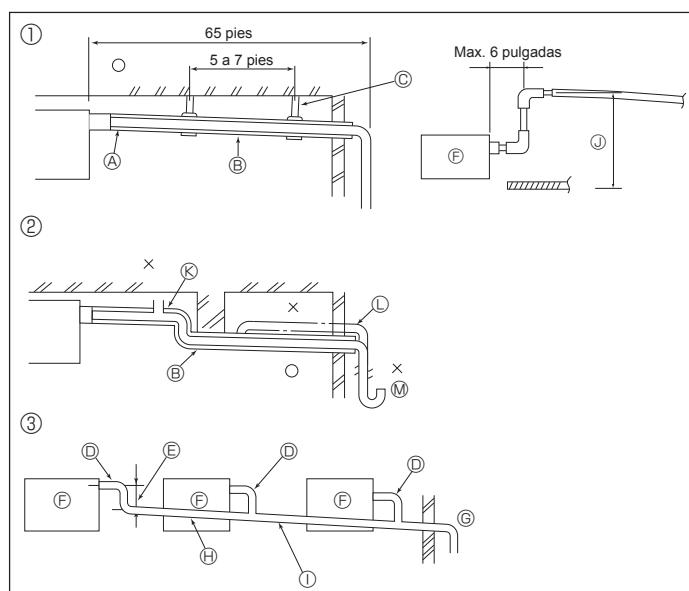
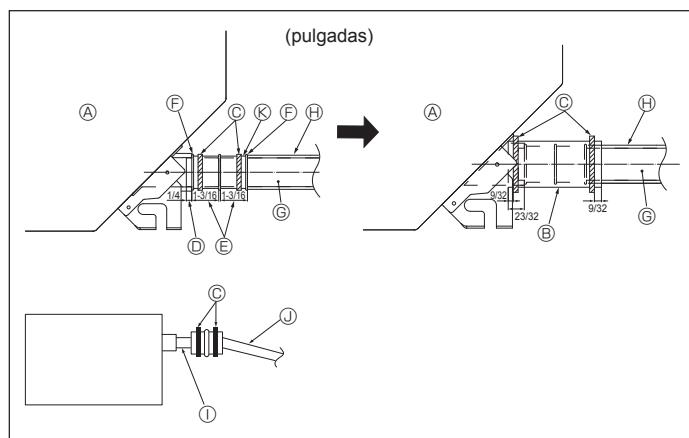

Fig. 4-1
Fig. 4-2
4.1. Tubería de drenaje (Fig. 4-1)
①	Tubería correcta	⑥	Haga la medida de la tubería ancha para la agrupación de tuberías
②	Tubería incorrecta	⑦	Pendiente de descenso de 1/100 o más
③	Agrupación de tuberías	⑧	O.D. ø32 mm, 1-1/2 pulgadas TUBO PVC para agrupación de tuberías.
④	⑨	⑩	(9 mm, 11/32 pulgada o mayor aislamiento)
⑤	⑪	⑫	Hasta 850 mm, 33-7/16 pulgadas
⑥	⑬	⑭	⑮
⑦	⑭	⑯	⑰
⑧	⑮	⑱	⑲
⑨	⑯	⑳	⑳
⑩	⑰	⑱	⑲
⑪	⑱	⑳	⑳
⑫	⑲	⑳	⑳
1. Conecte el tubo de desagüe (suministrado con la unidad) al orificio de desagüe. (Fig. 4-2) (Sujete el tubo con cinta aislante y asegure la conexión con una abrazadera.)
①	Unidad principal	⑥	Tubo de drenaje (O.D. ø32 mm, 1-1/4 pulgadas PVC TUBO)
②	Material aislante	⑦	⑧ Material aislante (comprado en su localidad)
③	Abrazadera	⑨	⑩ Tubo de PVC transparente
④	Puerto de drenaje (transparente)	⑪	⑫ O.D. ø32 mm, 1-1/4 pulgadas PVC TUBO (Inclinación mínima de 1/100)
⑤	Límite de colocación	⑬	⑭ Tubo de desagüe
⑥	Unión	⑮	⑯